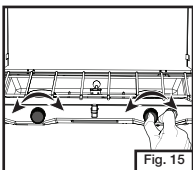

Fig. 15
- Ajuste la llama con la válvula del quemador. (Fig. 15) La llama debería ser azul con un poco de amarillo en las puntas.